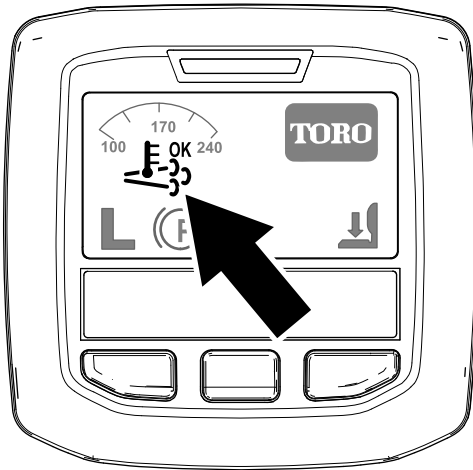

Figure 25
- L'icône de régénération assistée/commandée s'affiche dans l'InfoCenter (Figure 25).